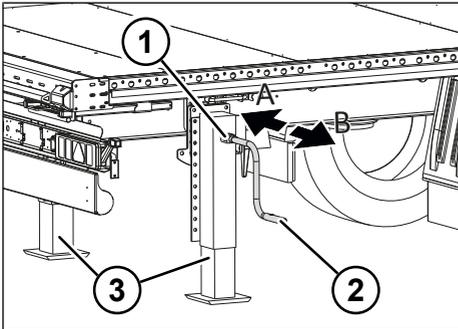

Fig. 5-6: Marcia lenta e marcia rapida del supporto posteriore
- ▶ Inserire la marcia rapida estraendo la manovella (*vedere "Fig. 5-6: Marcia lenta e marcia rapida del supporto posteriore", p. 27).*
- ▶ Inserire la marcia lenta premendo verso l'interno la manovella (*vedere "Fig. 5-6: Marcia lenta e marcia rapida del supporto posteriore", p. 27).*